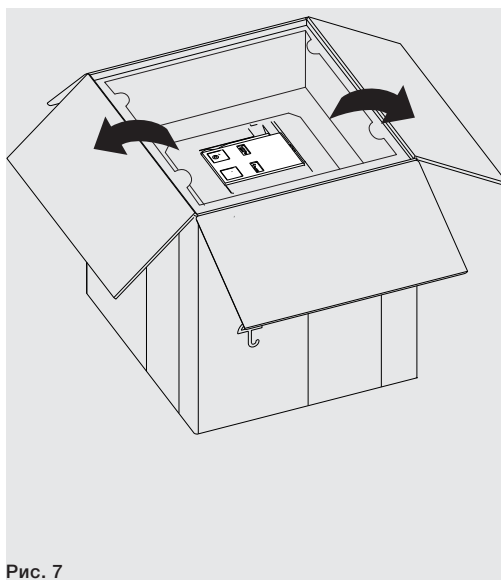
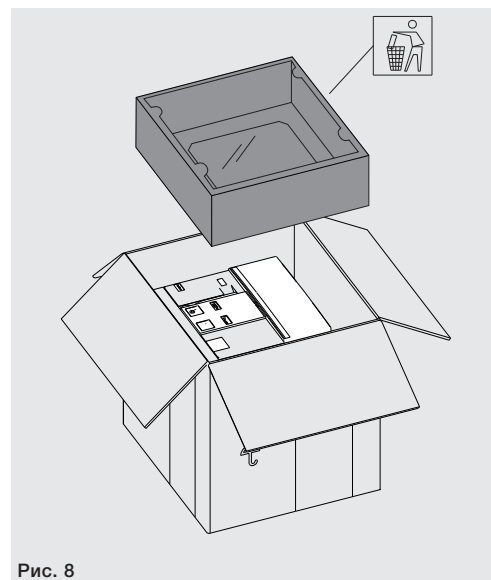

Рис. 7
Рис. 8
2. Вскрыть верхнюю часть упаковочной коробки и удалить верхний защитный элемент упаковки. См. Рис. 7 и Рис. 8.